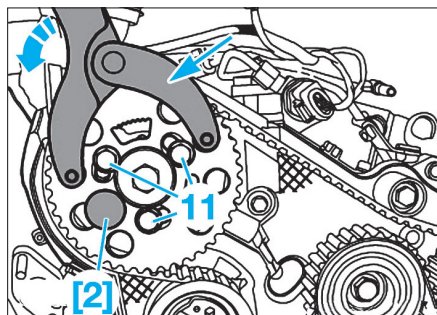

FIG. 25
• Dans cette position, serrer d'abord à la main les vis de fixation (11) du pignon d'arbre à cames et du pignon de courroie crantée de la pompe haute pression, puis à 2 daN.m (Fig.25).